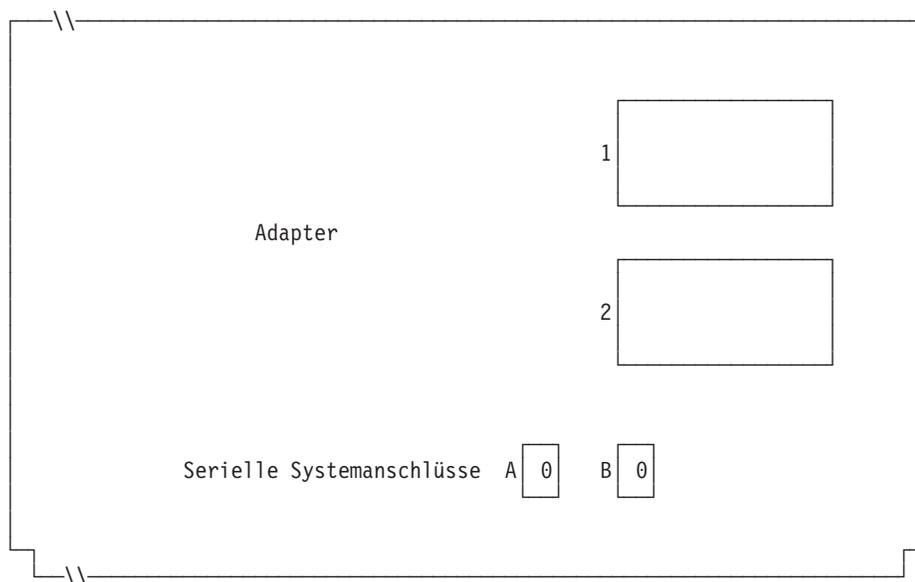

Abbildung 92. Rechte Seite der Rückseite einer Kombination Handelscomputer/Datenkasse IBM 4694-1x4/205
6. Wird ein asynchroner Anschluss durch die Kassensysteme benutzt, in Abb. 92 die Anschlussnummer eintragen. Wird ein Anschluss nicht durch die Datenkasse benutzt, eine 0 eintragen. Gültige Anschlussnummern sind 1, 2, 3 und 4.